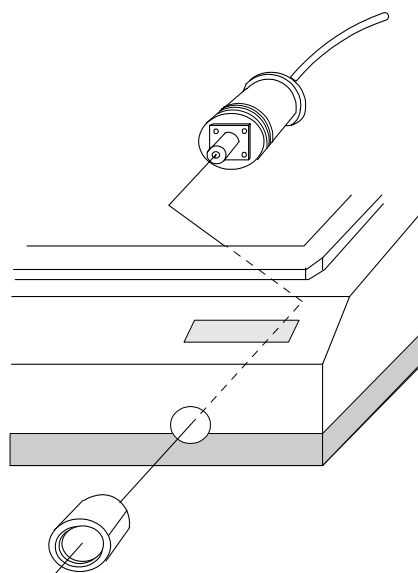

図 2.2
3. 入力コネクタ部を前面部の穴（ゴムキャップを外します。）に内側より通し入力コネクタクランプにて締め付けます。（図 2.2 参照）